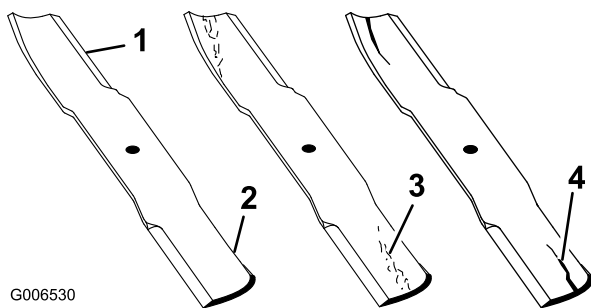

Figura 84
1. Inspeccione los filos de corte (Figura 84). Si los bordes no están afilados o tienen muescas, retire las cuchillas y afílelas. Consulte Afilado de las cuchillas.
2. Inspeccione las cuchillas, especialmente la parte curva (Figura 84). Si observa daños, desgaste o la formación de una ranura en esta zona (Figura 84), instale inmediatamente una cuchilla nueva.